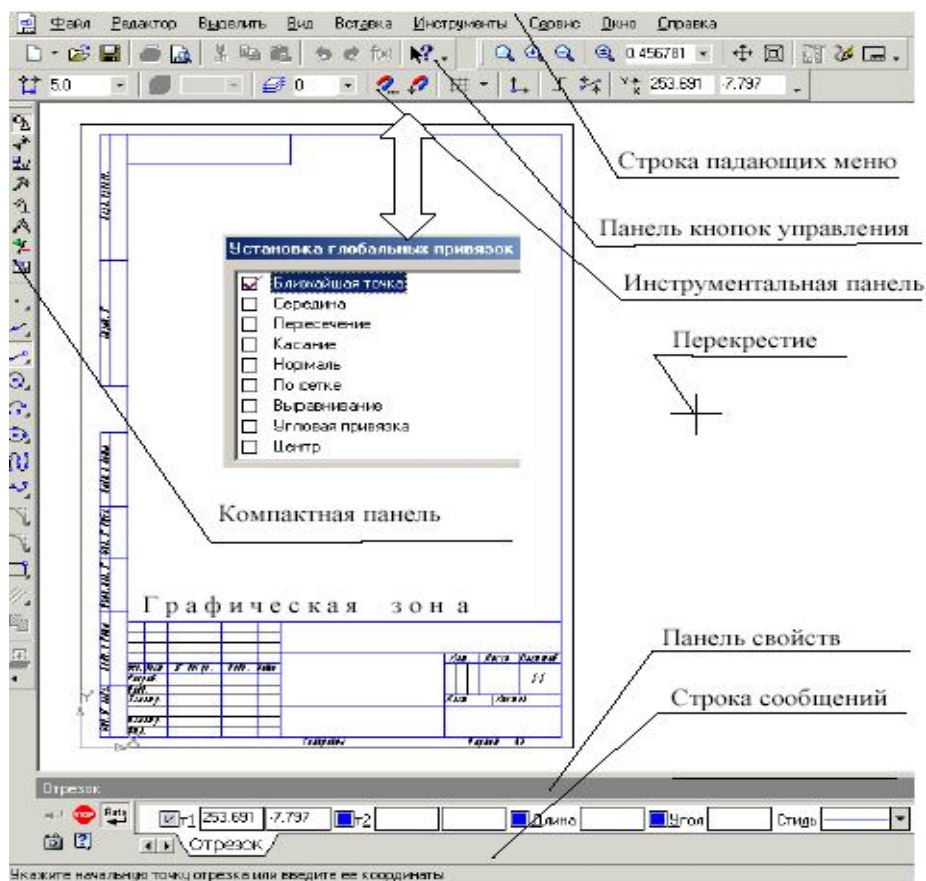

Рис. 1.6. Рабочее окно при вызове документа *Чертеж*
1. *Чертеж* – основной тип графического документа в системе «КОМПАС-3D». Чертеж содержит графическое изображение изделия в одном или нескольких видах, основную надпись, рамку и всегда содержит один лист заданного пользователем формата (рис. 1.6). Файл чертежа имеет расширение *.cdw*.